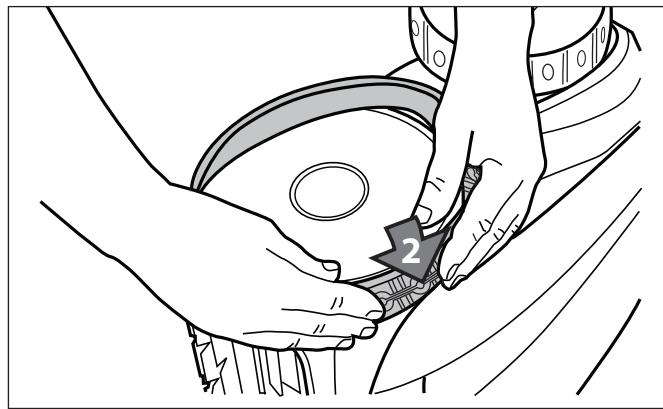

Figure 36. Commencer sur un côté du pneu
4. Poussez un côté du pneu sur la roue et placez la nervure du pneu dans la rainure de la roue (Figure 36).